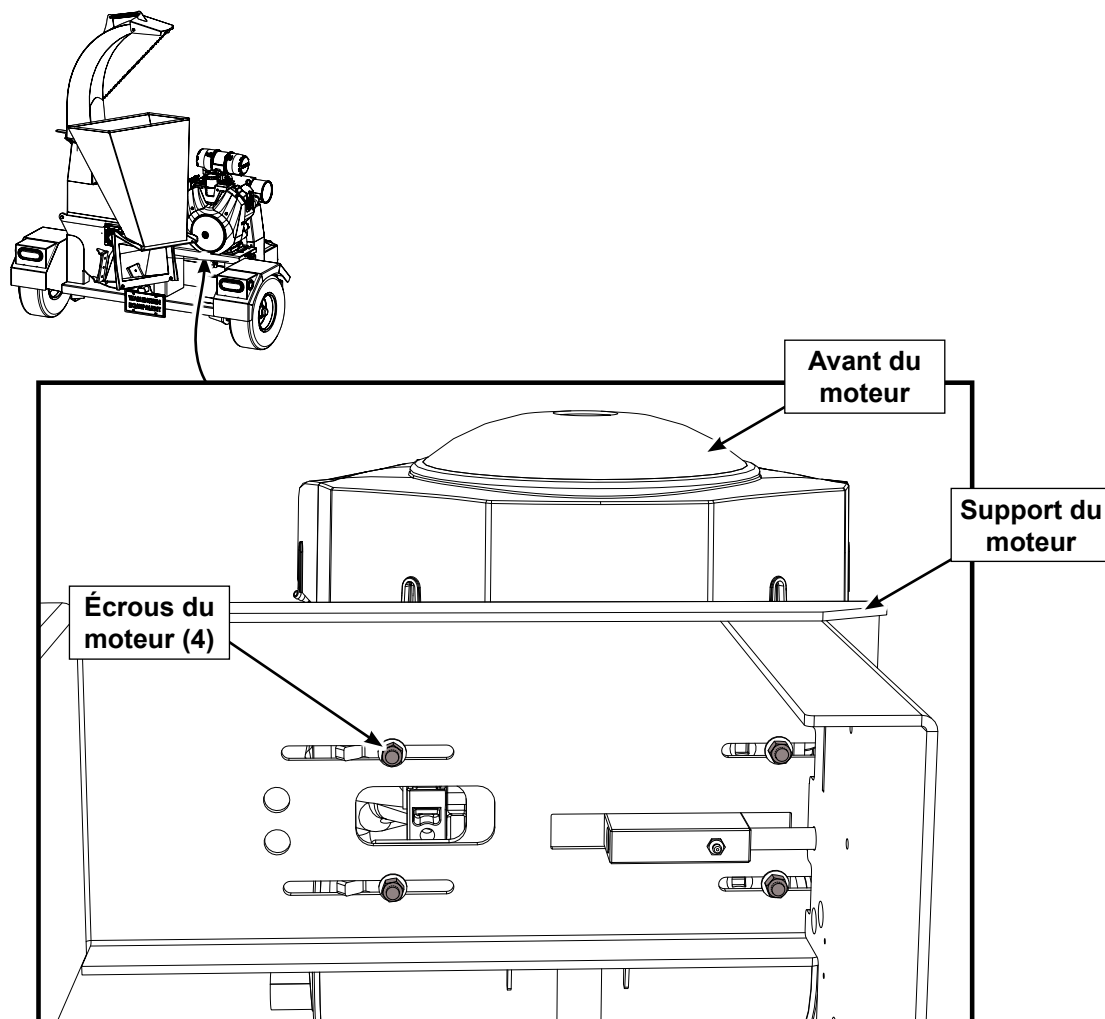

Fig. 23 – VUE DE DESSOUS DU SUPPORT DU MOTEUR
4. Si la courroie doit être ajustée, relevez et fixez la trémie, desserrez (n'enlevez pas) les 4 boulons qui retiennent le support du moteur sur le châssis principal (accès à partir de l'avant du moteur, sous le support du moteur : voir la fig. 23).